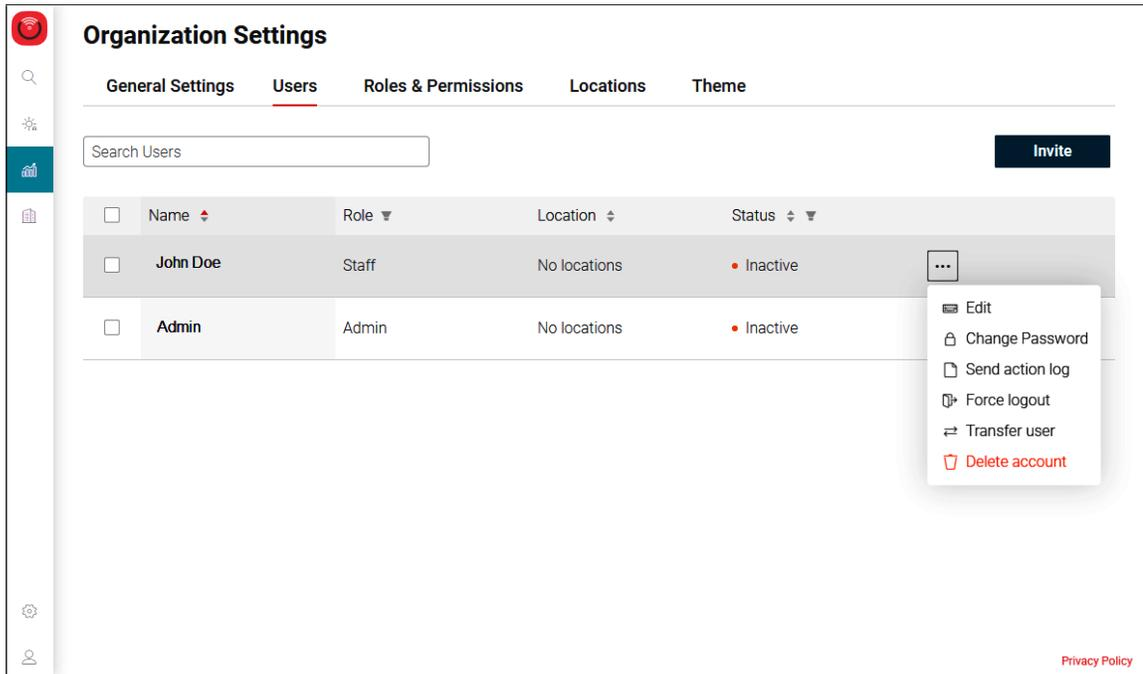

Figure 60. Menu des paramètres utilisateurs
3. Cliquez sur Paramètres (icône en forme d'engrenage) située au bas de la barre de gauche et sélectionnez Utilisateurs (Users) dans le menu supérieur, voir **Figure 60**.